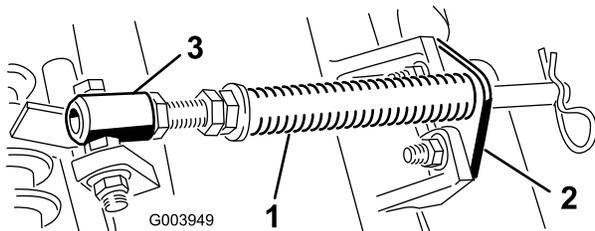

Bild 9
- A. Nehmen Sie die zwei Schlossschrauben und Muttern ab, mit denen die Stangenhalterung an den Laschen des Mähwerks befestigt ist (Bild 9).
- B. Nehmen Sie die Bundmutter ab, mit denen die Schraube des Federrohrs an der Trägerrahmenlasche befestigt ist (Bild 9). Nehmen Sie das Bauteil ab.